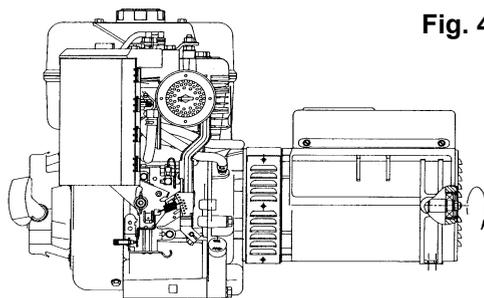

Fig. 4
-) Bloccare il tirante centrale applicando una coppia di serraggio pari a $21 \pm 7\%$ Nm se si impiegano tiranti N8-5/16 24 UNF, mentre, se si impiegano tiranti M14x1.5, applicare una coppia di serraggio pari a $120 \pm 7\%$ Nm; rimontare le retine di protezione laterali applicando sulle viti M5 una coppia di serraggio pari a $3.5 \pm 7\%$ Nm e chiudere la griglia di chiusura posteriore con le viti autofilettanti 3.5x9.5 (fig. 4).
-) Block the central stay rod, applying a tightening torque of $21 \pm 7\%$ Nm if you are using stay rods of N8 5/16 24 UNF, while if you are using M14x1.5 stay rods, apply a tightening torque of $120 \pm 7\%$ Nm; remount the lateral protection nets, applying a tightening torque of $3.5 \pm 7\%$ Nm on the M5 screws and close the closure grid with self-threading screws 3.5x9.5 (fig. 4).
-) bloquer le tirant central en appliquant un couple de serrage égal à $21 \pm 7\%$ Nm si on utilise des tirants N8-5/16 24 UNF, alors que si on emploie des tirants M14x1.5, il faut appliquer un couple de serrage égal à $120 \pm 7\%$ Nm ; remonter les grillages de protection latéraux en appliquant sur les vis M5 un couple de serrage égal à $3.5 \pm 7\%$ Nm et fermer la grille de clôture postérieure avec les vis auto-taraudeuses 3.5x9.5 (fig. 4).
-) die zentralen Stellschraube mit einem Drehmoment von $21 \pm 7\%$ Nm blockieren, sollten N8-5/16 24 UNF Schrauben verwendet werden, während bei der Verwendung von M14x1.5 diese mit einem Drehmoment von $120 \pm 7\%$ Nm anziehen; die seitlichen Schutznetze mit einem Drehmoment von $3.5 \pm 7\%$ Nm der Schrauben M5 wieder montieren und den hinteren Schutzgitter mit 3.5x9.5 Schrauben schließen (Abb. 4).
-) bloquear el tirante central aplicando una pareja de cierre igual a $21 \pm 7\%$ Nm si se emplean tirantes N8-5/16 24 UNF, mientras, si se emplean tirantes M14x1.5, aplicar una pareja de cierre igual a $120 \pm 7\%$ Nm; reensamblar las retinas de protección lateral aplicando sobre los tornillos M5 una pareja de cierre igual a $3.5 \pm 7\%$ Nm y cerrar la rejilla de cierre posterior con los tornillos autorroscantes 3.5x9.5 (fig. 4).